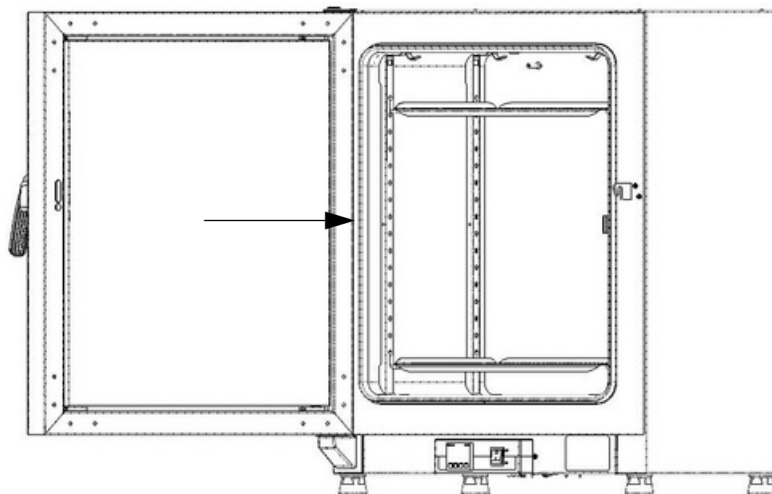

Figure 10-1. Joint de la porte
2. Positionner l'extrémité du nouveau joint à l'endroit, indiqué par la flèche sur Figure 10-1 ci-dessus, en commençant du côté de la charnière.